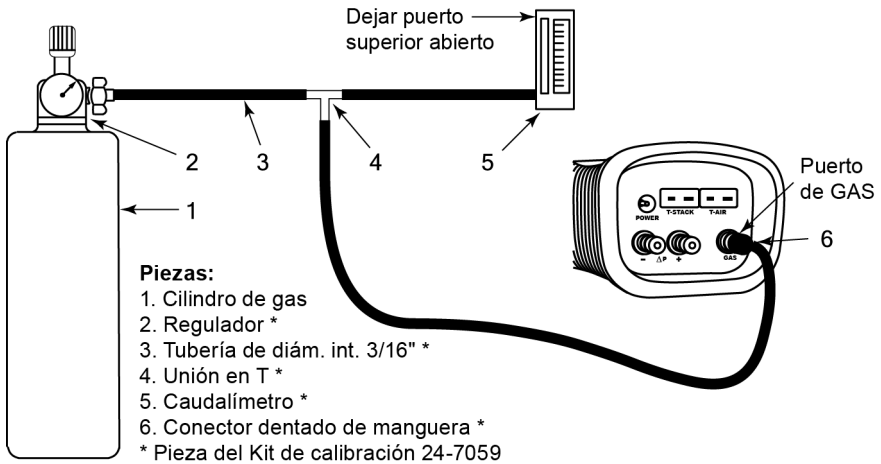

Figura 6-12. Equipo de calibración del sensor de gas
3. Conecte el cilindro de 500 ppm de CO con el regulador del dispositivo de calibración que se muestra en la Figura 6-12 de la página 85.
3. Conecte un cilindro de 100 ppm SO₂ con el regulador del dispositivo de calibración que se muestra en la Figura 6-12 de la página 85.
3. Conecte el cilindro de 250 ppm NO con el regulador del dispositivo de calibración que se muestra en la Figura 6-12 de la página 85.
3. Conecte el cilindro de 100 ppm NO₂ con el regulador del dispositivo de calibración que se muestra en la Figura 6-12 de la página 85.
3. Conecte el cilindro de 4,000 ppm CO con el regulador del dispositivo de calibración que se muestra en la Figura 6-12 de la página 85.